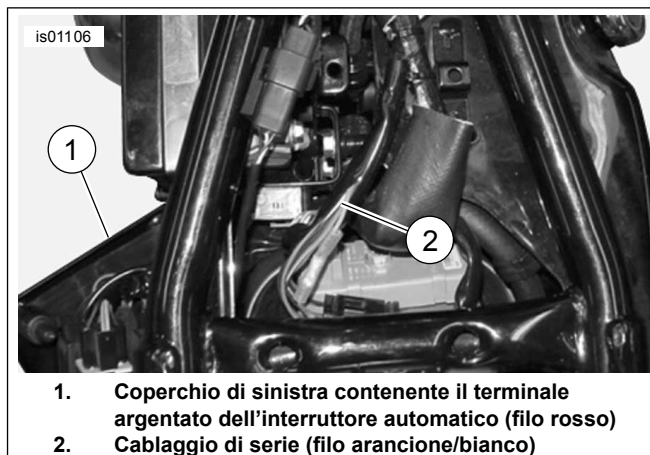

Figura 10. Collegamenti di alimentazione (modelli XL)
1. Vedere Figura 10. Aprire, tagliando con cautela, un'area della guaina del cablaggio principale in un punto accessibile all'interno del coperchio laterale del pannello elettrico o sotto la sella e tagliare un conduttore di alimentazione del cablaggio principale arancione/bianco.